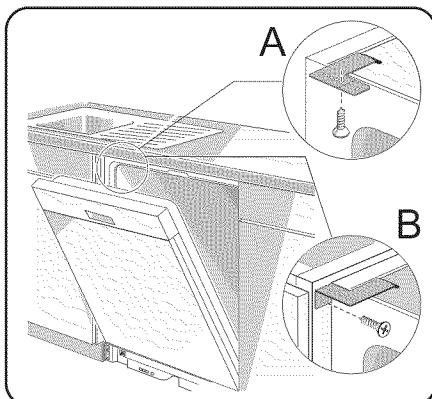

Figure 11/Illus. 11
- 1) **Top Mount** is used for countertops made of wood or other materials that can easily drilled. Orient the mounting brackets as shown in Figure 11, letter A, and position the two small tabs on the mounting brackets over the two slots on the dishwasher's front corners. Push the mounting brackets down firmly to insert the tabs into the slots.
- 2) **Side Mount** is used for countertops made of marble, granite, or other very hard materials that cannot be easily drilled. Bend the mounting brackets along the small holes and in the same direction as the two small tabs. Orient the mounting brackets as shown in Figure 11, letter B, and position the two small tabs on the mounting brackets over the two slots on the dishwasher's front corners. Push the mounting brackets down firmly to insert the tabs into the slots.
1) **Sur le dessus** est utilisé pour les comptoirs fabriqués en bois ou autres matériaux pouvant être facilement percés. Orienter la fixation comme à la figure 11, lettre A, et positionner les 2 petites languettes sur la fixation sur les deux fentes des coins avant du lave-vaisselle. Pousser fermement sur les fixation pour insérer les languettes dans les fentes.
2) **Sur le côté** est utilisé pour les comptoirs en marbre, granite ou autre matériaux très durs ne pouvant être percés. Plier la fixation le long des petits points et dans la même direction que les deux petites languettes. Orienter les fixations comme à la figure 11, lettre B, et 2 petites languettes sur la fixation sur les deux fentes des coins avant du lave-vaisselle. Pousser fermement sur les fixation pour insérer les languettes dans les fentes.
1) **El Montaje Superior** se utiliza cuando el contador tiene una superficie de madera u otro material fácil de perforar. Acomode los soportes de montaje tal como indica la letra A en la Ilustración 11 y sitúe la dos lengüetas pequeñas de modo que cubran las dos ranuras en los rincones delanteros de la lavadora. Oprima firmemente hacia abajo los soportes de montaje hasta introducir las lengüetas en sus ranuras.
2) **El Montaje Lateral** se utiliza para las superficies de contador hechas de mármol, granito u otro material muy duro que no se perfora fácilmente. Doble los soportes de montaje en línea con los hoyos pequeños y en la misma dirección como las dos lengüetas pequeñas. Acomode los soportes de montaje tal como indica la letra B en la Ilustración 11 y sitúe las dos lengüetas pequeñas encima de los soportes de montaje sobre las dos ranuras en los rincones delanteros de la lavadora. Oprima firmemente hacia abajo los soportes de montaje para poder introducir las lengüetas en las ranuras.